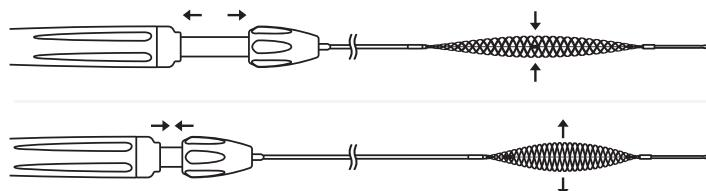

Abbildung 2 – Griffbetätigung
3. Kontrollieren Sie, ob das Cascade ordnungsgemäß funktioniert, indem Sie den Griff betätigen und überprüfen, ob sich der Durchmesser des geflochtenen Netzes entsprechend ändert (siehe Abbildung 2).